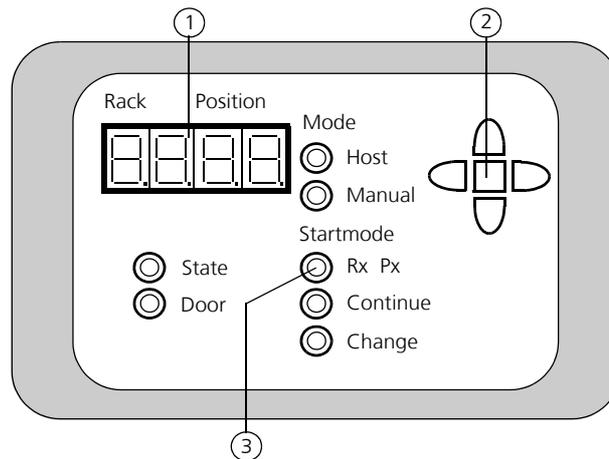

Abb. 67: Startmodus Rx Px
1. Die Taste ▼ und ▲ drücken, bis Lampe **Rx Px** leuchtet (→ Abb. 67/3). Es wird kurz die aktuelle Startposition im Display (→ Abb. 67/1) angezeigt.
2. Taste **[Enter]** ■ (→ Abb. 67/2) am Bedienfeld drücken. Die Dezimalpunkte der Rack-Anzeige leuchten auf.
4. Taste **[Enter]** ■ zum Speichern des Start-Racks drücken. Die Dezimalpunkte der Rack-Anzeige (→ Abb. 67/1) erlöschen und die Dezimalpunkte der Positionsanzeige leuchten auf. Das Start-Rack ist gespeichert.